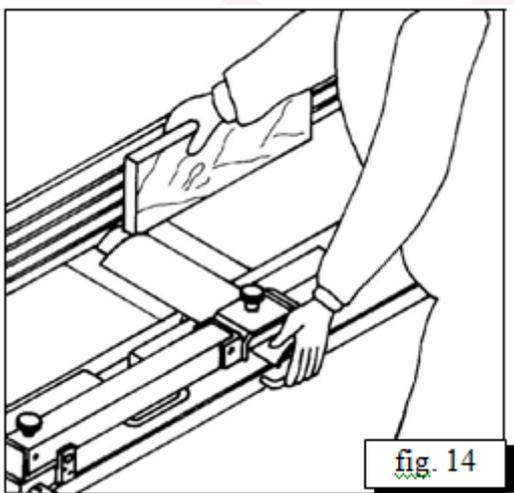

fig. 14
*Preparation for grooving /fig. 14/*